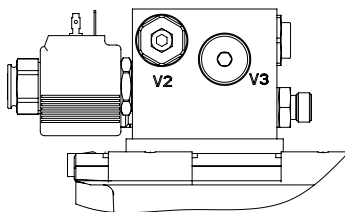

Рис. 2.
- Полностью закройте клапан **V2** (рис. 2) регулировки давления срабатывания аппарели, предварительно ослабив контргайку и последующим поворотом регулировочного винта клапана по часовой стрелке до упора.
- Отрегулируйте момент начала открывания аппарели. Для этого открывайте клапан **V2** (рис. 2) регулировки давления срабатывания аппарели, предварительно ослабив контргайку путем поворота регулировочного винта клапана против часовой стрелки до упора.